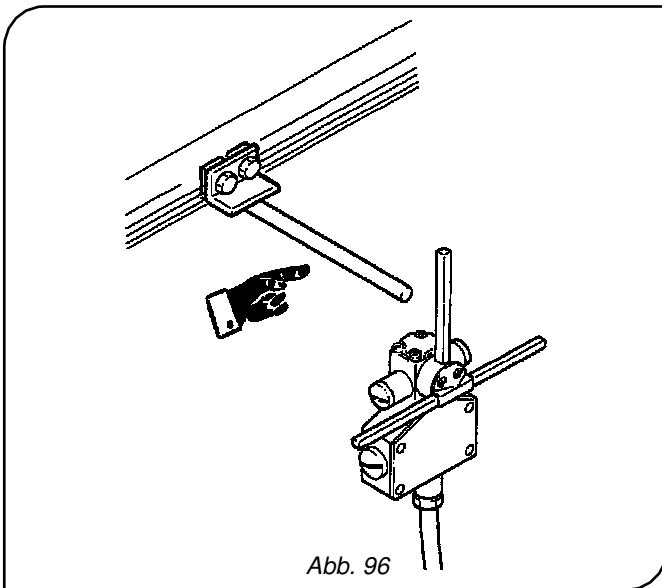

Abb. 96
1. Stellen Sie sicher, dass die Betätiger der elektrischen Endschalter der Katze korrekt positioniert sind (Abb. 96).